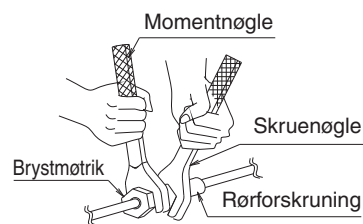

Fig. 6
(1) Tilslutning af rør.
- Sørg for både at anvende skruenøgle og momentnøgle samtidig, som vist på tegningen, når du tilslutter eller frakobler rørledninger til/fra enheden. (Se fig. 6)